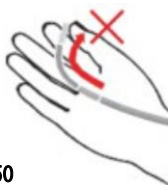

図 50
- ・先端可動部は手で無理やり曲げないでください。必ず操作レバーを使用してください。(図 50)